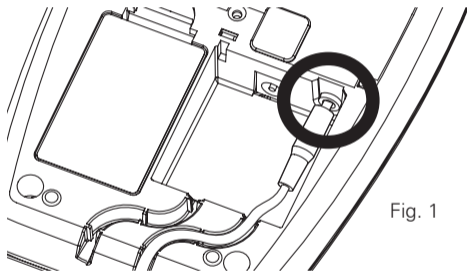

Fig. 1
1. Branchez le connecteur du coussin vibreur au module stroboscopique (tel qu'illustré en Fig. 1). Passez les fils dans le guide-fil.